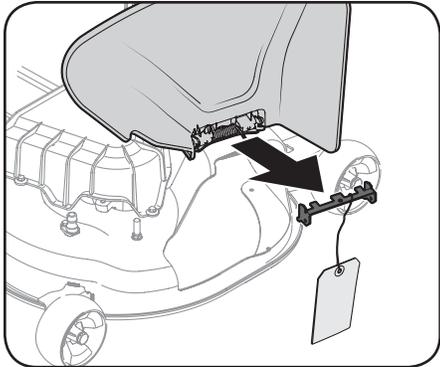

Figure 2-5
- Repérez le support qui retient le déflecteur d'éjection en position verticale à des fins d'expédition. Retirez le support du déflecteur d'éjection, si présent, avant d'utiliser l'appareil. Retenez le déflecteur d'éjection vers le haut, puis enlevez le support. Abaissez le déflecteur d'éjection et jetez le support. Voir Figure 2-5.